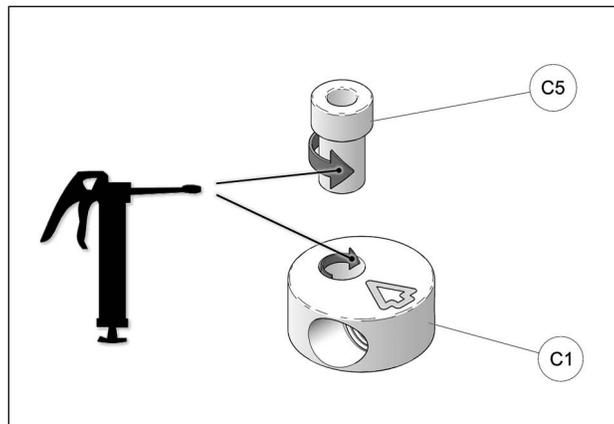

Fig. 26
13. Graisser les bagues (C5). Graisser uniformément la circonférence de la bague et son logement dans le disque en aluminium (C1). Voir la Fig. 26